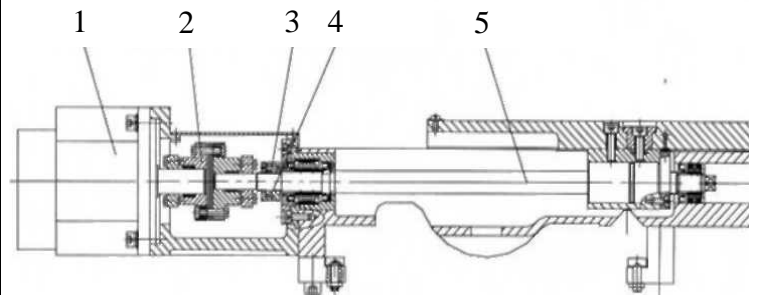

Рис.5 Поперечная подача
4.2.2 Поперечная подача (Рис.5)
5.4 Поперечная подача (Рис.5)